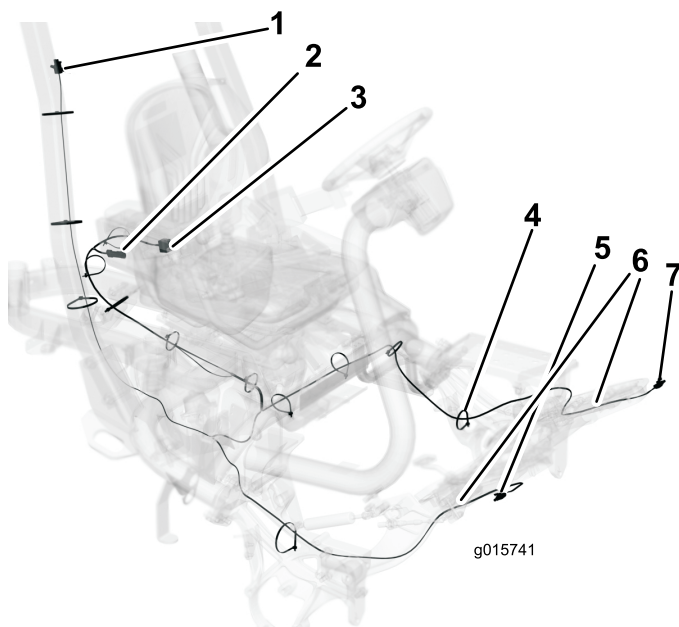

Figura 3
4. Fate passare il cablaggio in alto attraverso il sistema antiribaltamento sino al fanale posteriore, fissandolo con serracavi (Figura 3).
5. Partendo dalla consolle, fate passare il cablaggio in basso sino al telaio del sedile e fissatelo con serracavi, come illustrato nella Figura 3.
9. Inserite il cablaggio nei fori di fusione sul lato sinistro e destro (Figura 3).